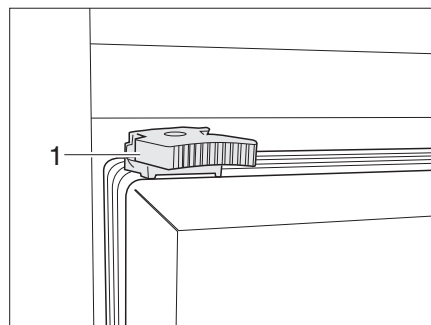

Bild 94 Kühlschranktür Verriegelung
- Verriegelung (Bild 94, 1) nach links drehen.
- Verriegelung (Bild 94, 1) nach rechts drehen.
- Verriegelung (Bild 94, 1) nach rechts drehen, so dass die Arretierung einrastet.